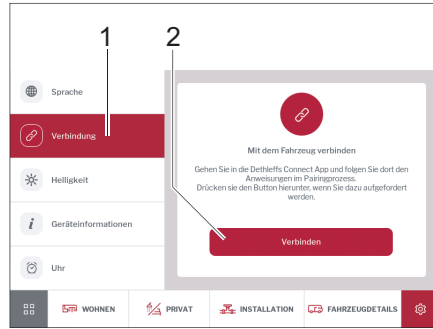

Bild 289 Verbindung über System Control Display
- Auf Schaltfläche *Verbindung* (Bild 289,1) tippen.
- Auf Schaltfläche *Verbinden* (Bild 289,1) tippen.